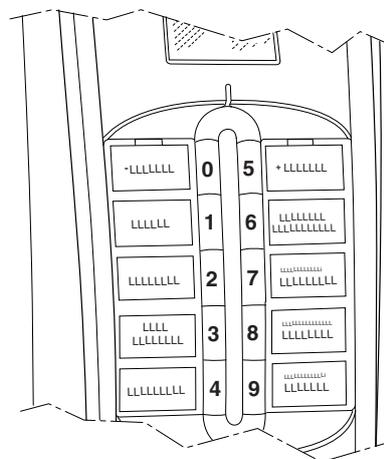

Fig. 12
- Segure o botão número 9 (veja fig. 12) por dois segundos.